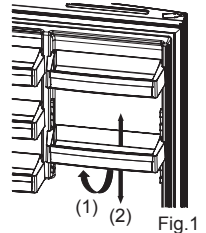

Fig.1
Eleve a parte dianteira da prateleira (1) e mova a prateleira de porta **Adapt-Lift** (2) para cima ou para baixo com ambas as mãos (Fig 1)